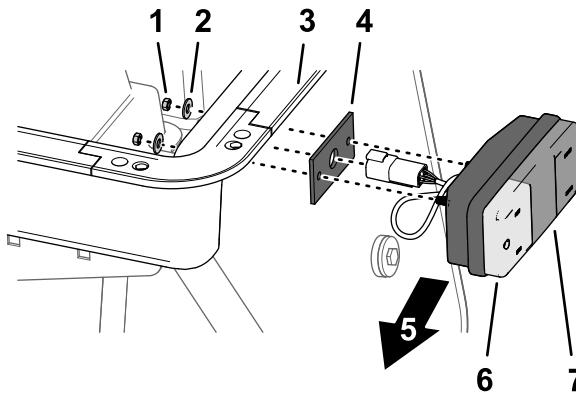

Figure 34
2. Placez le joint ovale sur le connecteur du clignotant et du feu de détresse avant en tournant le côté collant du joint à l'opposé du corps du feu (Figure 34).
- Placez la face adhésive du joint contre le pavillon intérieur, alignez les trous du joint et les trous du pavillon intérieur, et collez le joint sur le pavillon (Figure 34).
- Passez le connecteur de faisceau de feu arrière dans le grand trou du joint et les goujons du feu arrière dans les petits trous (Figure 34).
- Fixez le feu arrière au pavillon intérieur à l'aide de 2 écrous (5 mm) et 2 rondelles (5 mm), et serrez les écrous à la main (Figure 34).